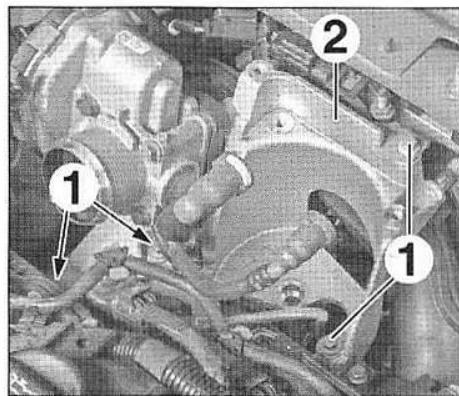
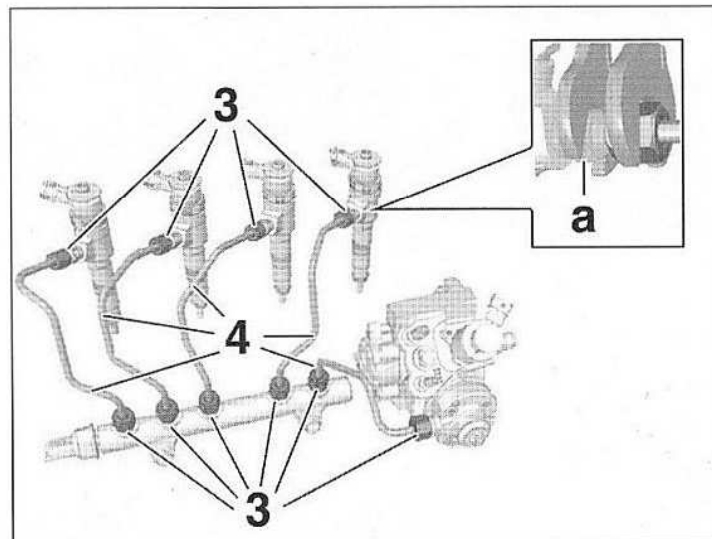

FIG.50
FIG.59
- Déposer (Fig.50) :
- les vis (1),
- le support du filtre à carburant (2).
- Dévisser les raccords (3) (Fig.59).
- Remplacer les canalisations haute pression (4) entre :
- Appliquer un contre-couple (a) pour serrer les raccords (3) (Fig.59).
- Serrer les vis (6) de la rampe commune haute pression après avoir serré les canalisations haute pression (3).